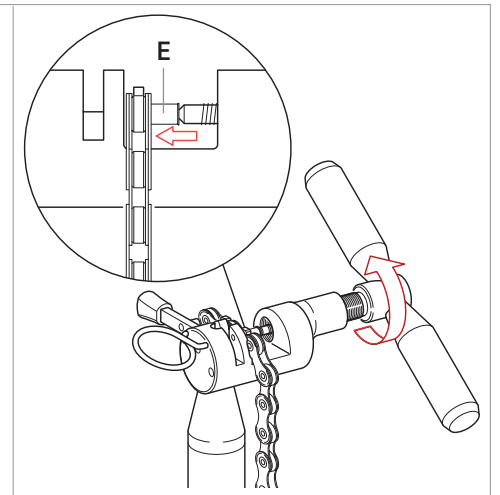

Fig.12
- En appliquant une force homogène, vissez l'outil (Fig. 12) jusqu'à ce que la bague (E) entre complètement sur toute l'épaisseur du maillon.